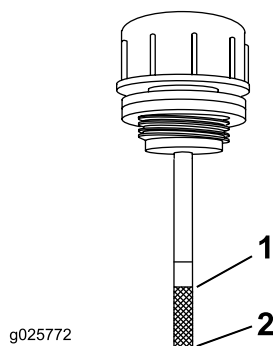

Figure 63
5. Nettoyez la surface autour de la jauge du réservoir du système hydraulique (Figure 63).
6. Sortez la jauge du réservoir hydraulique (Figure 63).
8. Ressortez la jauge et examinez l'extrémité (Figure 63). Si le niveau de liquide est au repère minimum, versez lentement la quantité de liquide qui convient dans le réservoir hydraulique pour faire monter le niveau jusqu'au repère maximum.